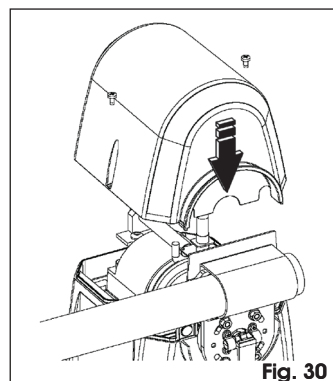

Fig. 30
- Coloque de nuevo el cárter superior, Fig. 30.